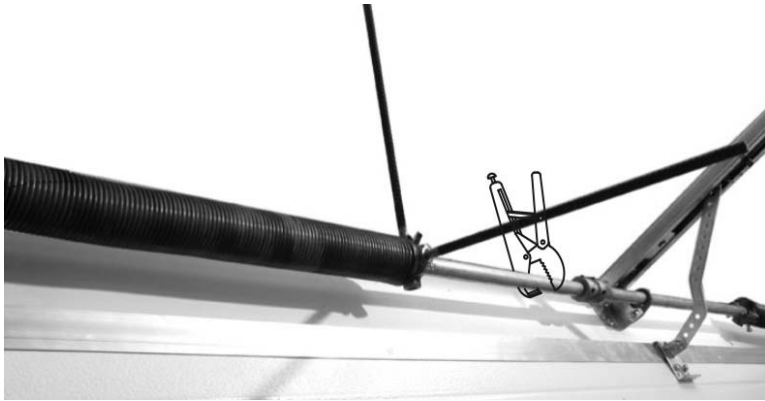

Figure 21
- Répétez la procédure ci-dessus jusqu'à ce que vous ayez réalisé le nombre correct de tours. (figure 21). Pour vérifier le nombre de tours, comptez les intervalles entre les lignes peintes sur les ressorts.